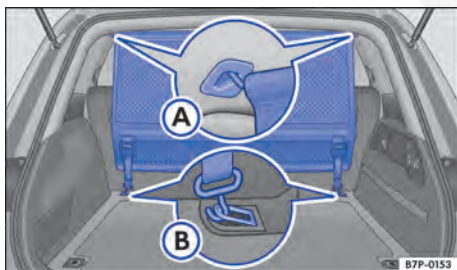
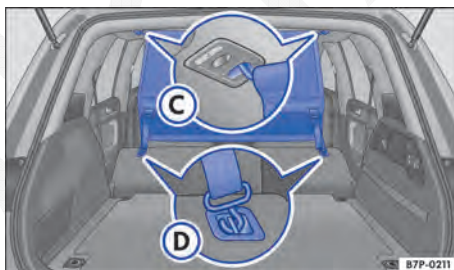

Fig. 136 No compartimento de bagagem: rede divisória instalada atrás do banco traseiro.
Fig. 137 No compartimento de bagagem: rede divisória instalada atrás dos bancos dianteiros.
- Prender a rede divisória no alojamento traseiro esquerdo no teto ⇒ Fig. 136 (A). Atentar para que a barra transversal seja puxada de cima da posição superior para baixo.
- Prender ambos os ganchos da rede divisória nos olhais de amarração traseiros (B) e tensionar os cintos com firmeza.
- Prender a rede divisória no alojamento dianteiro esquerdo no teto ⇒ Fig. 137 (A). Atentar para que a barra transversal seja puxada de cima da posição superior para baixo.
- Prender ambos os ganchos da rede divisória nos olhais de retenção dos encostos do banco traseiro (D) e tensionar os cintos com firmeza.
- Desenganchar os ganchos da rede divisória nos olhais de retenção inferiores ⇒ Fig. 136 (E) e ⇒ Fig. 137 (D).
- Desenganchar a rede divisória do alojamento direito no teto ⇒ Fig. 136 (A) e ⇒ Fig. 137 (C) pressionando a barra transversal.